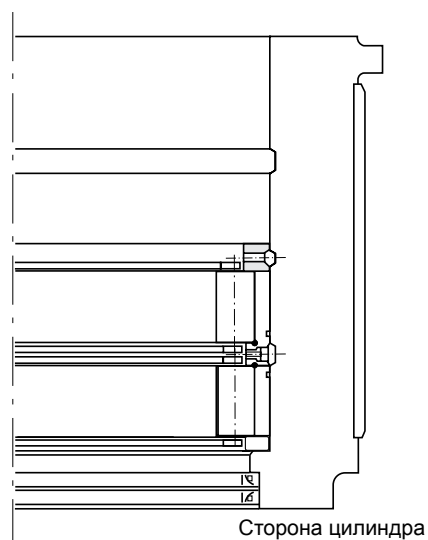
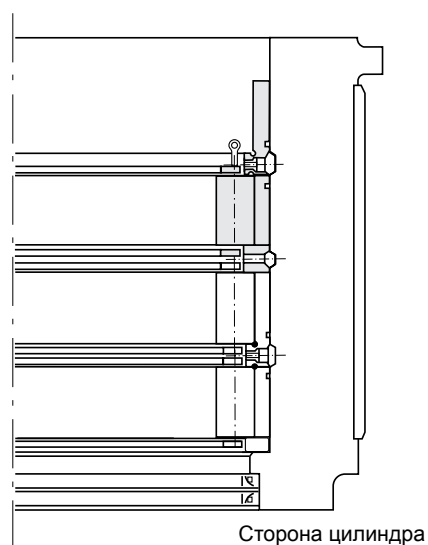

Рис. 3.23
Рис. 3.24
- (9) Нанесите на упорное кольцо с буртом смазочный материал со всех сторон, затем установите его. В этом случае кольцо можно установить, расположив его на краю роликов при сборке ряда роликов В. Для поднятия упорного кольца с буртом используйте отверстия для подвода масла. (**Рис. 3.23**)
- (10) Нанесите смазочный материал на торцевую поверхность наружного кольца с метками С и D и на поверхности качения роликов ряда С.
- (11) Установите сепаратор ряда С так, чтобы метка С была направлена вниз, затем установите на сепаратор наружное кольцо меткой С вниз. Вверните специальные проушины в четыре резьбовых отверстия сепаратора. Поднимите сепаратор и наружное кольцо и, убедившись в том, что номера положения нагрузки совпадают, установите их в распорку (**Рис. 3.24**).